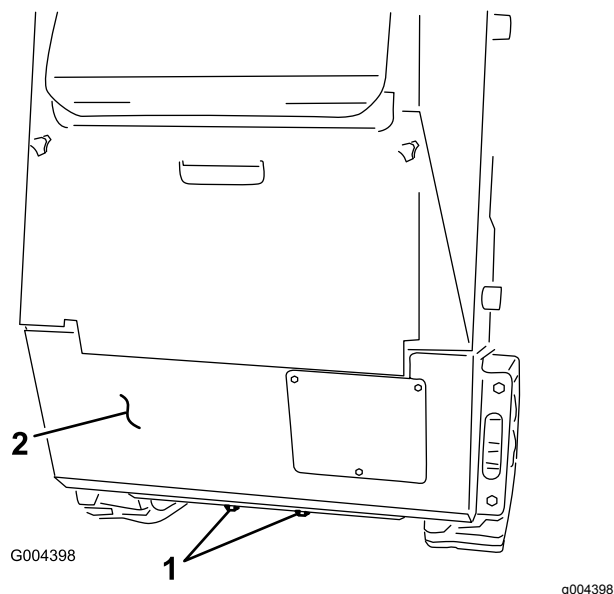

Bild 2
1. Prüfen und ziehen Sie die zwei unteren Schrauben an, mit denen die untere hintere Abdeckung am Rahmen befestigt ist (Bild 2).